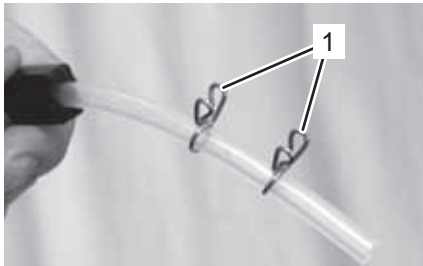

Fig. 17
14. Enfichez deux pinces pour tuyaux (Fig. 17/1) de la manière représentée sur l'extrémité la plus courte du tuyau distributeur. Celles-ci serviront ultérieurement pour fixer le tuyau distributeur sur l'adaptateur de distribution.